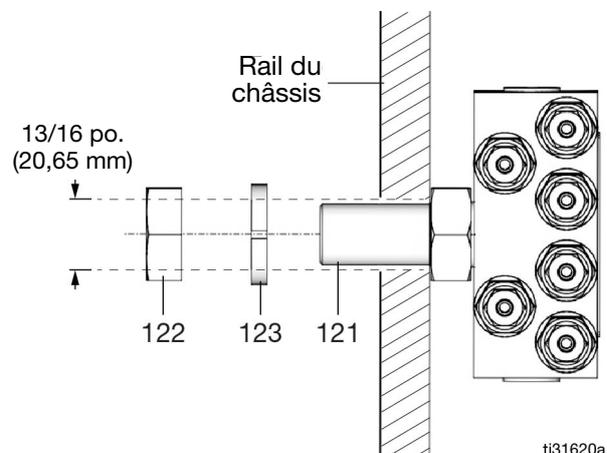

FIG. 47
2. Glisser la tige de collecteur (121) dans le trou (s'assurer que les injecteurs sont face aux points de lubrification) (FIG. 47).
3. Glisser la rondelle (123) sur la tige et l'écrou de vis (122) sur la tige (FIG. 47). Serrer à 22 pi-lbs (29,83 N•m).